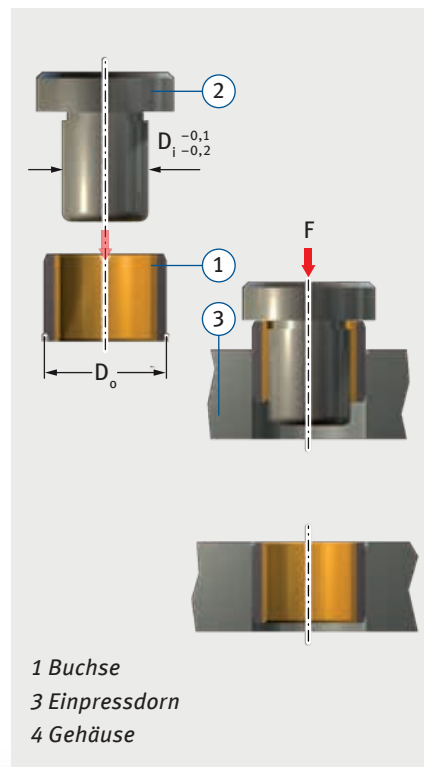

Abb. 2: Bündig einpressen $D_o \leq 55$ mm
- bündiges Einpressen mit Dorn ohne Hilfsring gemäß Abb. 2.